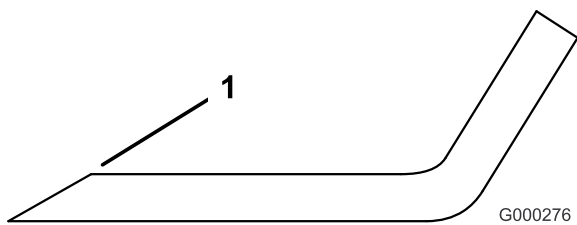

Bild 23
3. Untersuchen Sie die Schnittkanten aller Messer. Schärfen Sie alle stumpfen und ausgekerbten Schnittkanten. Schärfen Sie nur die Oberseite der Schnittkanten und behalten dabei den ursprünglichen Schnittwinkel bei, um die Schärfe des Messers zu gewährleisten (Bild 23). Das Schnittmesser behält seine Auswuchtung bei, wenn von beiden Schnittkanten die gleiche Materialmenge entfernt wird.